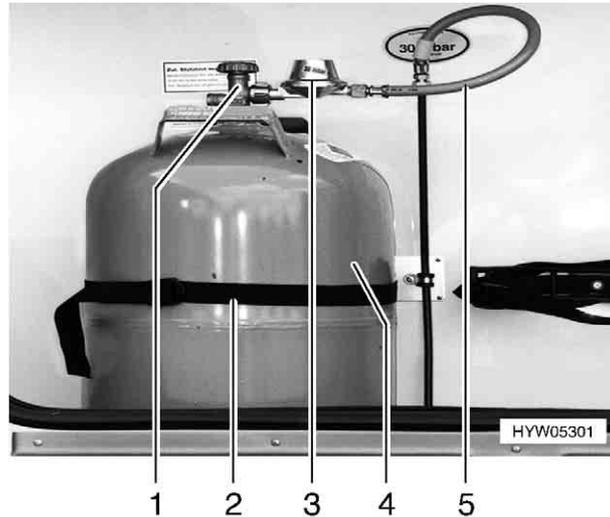

Bild 82 Gaskasten
- Haupt-Absperrventil (Bild 82,1) an der Gasflasche (Bild 82,4) schließen. Pfeilrichtung beachten.
- Gasdruckregler (Bild 82,3) mit Gasschlauch (Bild 82,5) von Hand von der Gasflasche abschrauben (Linksgewinde).
- Befestigungsgurt (Bild 82,2) lösen und Gasflasche herausnehmen.